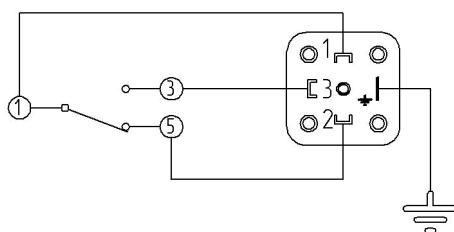

Рисунок 1 – Схема подключения
Примечание – Номера контактов нанесены на вилке и розетке разъема (рисунок 1).
3) разделать кабель, вставить облуженные концы кабеля в хвостовики контактов розетки согласно схемы электрических соединений (рисунок 1).